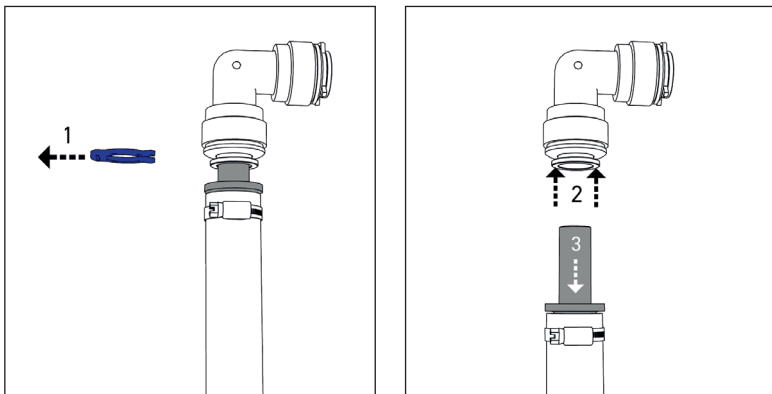

Abbildung 22
- Entfernen Sie die Wasserleitungen von den Wasseranschlüssen der UV-Einheit (*Abbildung 22*). Entfernen Sie zuerst den Sicherungs-Ring (1). Das Halteelement mit den Fingern oder unter Zuhilfenahme einer Lösehilfe (z.B. Sicherungs-Ring) zurückdrücken und festhalten (2). Das eingesteckte Rohr/Schlauch kann nun entfernt werden (3).